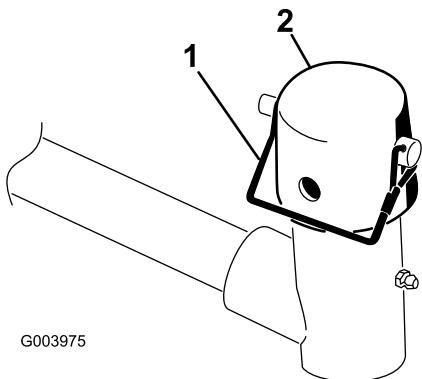

Figure 8
7. Retirez la goupille élastique et le capuchon de la chape de pivot du bras de relevage (Figure 8).
11. Fixez le capuchon et l'arbre du bâti porteur à la chape du bras de relevage avec la goupille élastique. Utilisez la fente si un plateau de coupe directionnel est recherché ou utilisez le trou si le plateau de coupe doit rester fixe (Figure 8).